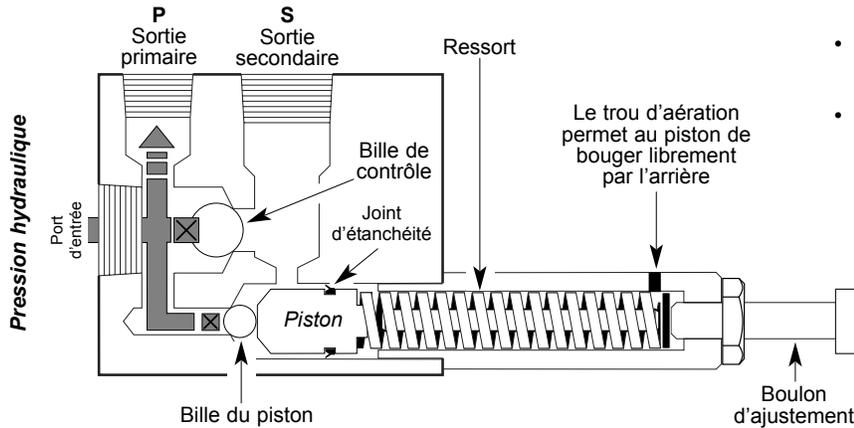

fig. 3
- 1 Pousse la bille de contrôle pour fermer le passage direct entre la sortie primaire et secondaire — fig. 3.
- 2 Est dirigée vers la sortie primaire pour opérer les deux cylindres de guillotine — fig. 3.
- 3 Attend que les deux cylindres de guillotine aient atteint la fin de leur course pour accumuler assez de pression et pousser sur la bille du piston pour accéder à la sortie secondaire — fig. 3.